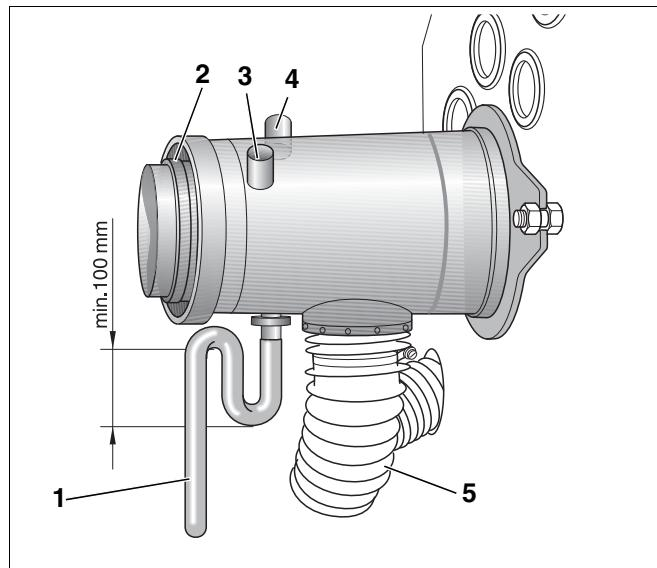
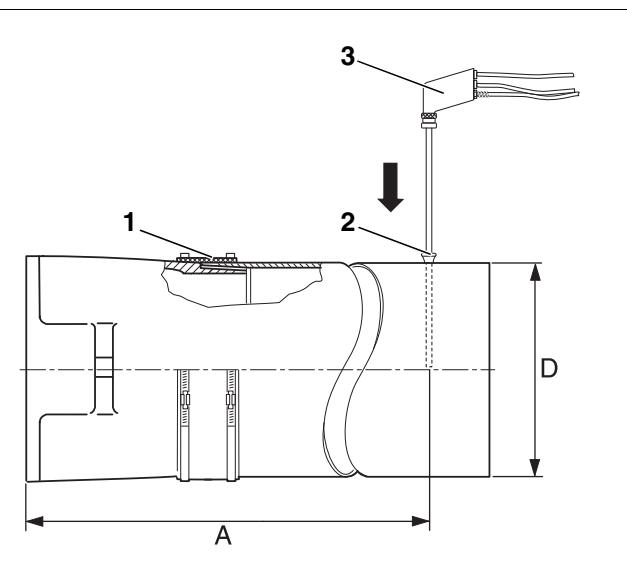

Рис. 20 Присоединительный штуцер концентрической дымовой трубы
Рис. 21 Проведение замеров
Замеры осуществляются только на присоединительном участке дымовой трубы (рис. 21) или на штуцере концентрической дымовой трубы (рис. 20).
Отверстие для замеров (муфта; рис. 21, поз. 2) должна находиться на расстоянии "A" (примерно 2 диаметра дымовой трубы "D") от патрубка дымовых газов (рис. 21). Если сразу после отопительного котла установлено колено для соединения с системой отвода дымовых газов, то замеры нужно производить до этого колена.
Мы рекомендуем установить уплотнительную манжету (рис. 21, поз. 1) для соединения котла с дымовой трубой.
- Опустить измерительный зонд (рис. 20, **поз. 3**, стр. 21) в центр потока (середина трубы), здесь дымовые газы имеют наивысшую температуру.